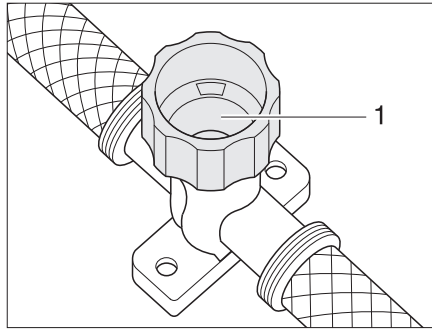

Fig. 123 Rubinetto di scarico per scaldacqua
- Chiudere il rubinetto di scarico. A tal fine ruotare il coperchio (Fig. 123,1) in senso orario.
- Aprire il rubinetto di scarico dello scaldacqua. A tal fine ruotare il coperchio (Fig. 123,1) in senso antiorario.